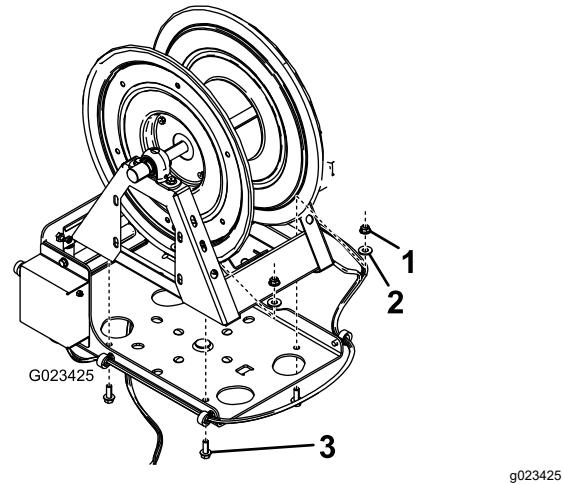

Figura 22
5. Sujete el carrete de la manguera al soporte giratorio con 4 pernos (5/8"-16 x 1"), 4 arandelas (7/16") y 4 tuercas con arandela prensada (5/8"-16), según se muestra en Figura 22.